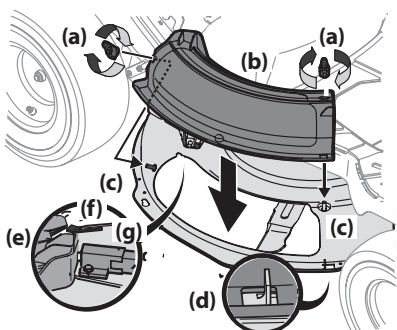

Figure 9
- Retirez les écrous papillon du plateau de coupe et conservez-les pour utilisation ultérieure. Voir Figure 9.
- Installez le bouchon de déchiqetage (b) sur l'orifice d'évacuation du plateau de coupe. L'arrière du bouchon de déchiqetage (b) doit être glissé sous la languette (f) du support arrière gauche (g). Introduisez les goujons (c) sur la surface du plateau de coupe dans les trous sur la partie supérieure du bouchon de déchiqetage (b). Introduisez la petite encoche sur le rebord du plateau dans le trou carré sur la partie inférieure du bouchon de déchiqetage (b). Voir Figure 9.
IMPORTANT ! Assurez-vous que la partie supérieure arrière du bouchon de déchiqetage s'appuie contre l'interrupteur de sécurité situé sur la surface du plateau de coupe et sous la languette (f) du support arrière gauche (g). Le moteur ne démarrera pas si le bouchon de déchiqetage n'est pas bien installé. Voir Figure 9.
- Fixez le bouchon de déchiqetage (b) en serrant les boutons à oreilles (a) retirés plus tôt. Voir Figure 9.